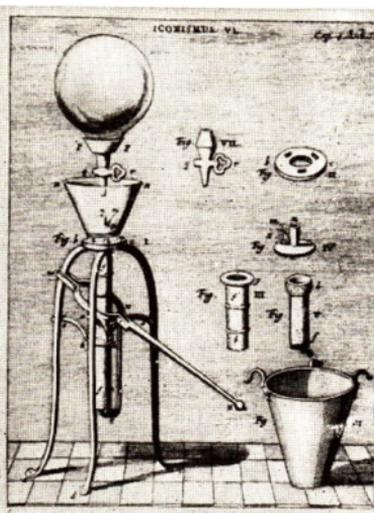

Bild 110/1 Originalabbildungen aus Guericke's „Experimenta Nova“ (Neues Experiment) links: Auspumpen einer Kupferkugel, rechts: Luftpumpe
Die bekannteste Erfindung GUERICKE'S ist die Luftpumpe. Er hatte zur Herstellung eines luftleeren Raumes ein Faß mit Wasser gefüllt und dieses mit einer Feuerspritzenpumpe aus dem Faß zu ziehen versucht (Bild 110/1).
5. Warum sehen die Anzüge der Welt- raumfahrer (Bild 110/2) ähnlich wie die Taucheranzüge aus? Was muß man im Gegensatz zum Taucheranzug be- achten?